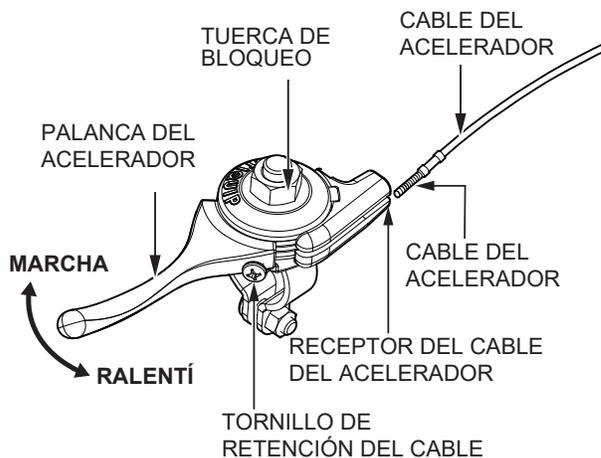

Figura 9. Ajuste de la tensión del cable
7. En la palanca del acelerador, afloje ligeramente la tuerca de traba y el tornillo de retención del cable (Figura 9).
8. Asegúrese de que el cable del acelerador esté asentado en el receptor del cable del acelerador (Figura 9).
9. Tienda el cable del acelerador aproximadamente 1/2" después del tornillo de retención del cable (Figura 9). Apriete el tornillo de retención del cable para fijar el cable del acelerador.
10. Ajuste la tensión del cable según sea necesario aflojando o apretando la tuerca de traba y el tornillo de retención del cable en la palanca del acelerador (Figura 9).